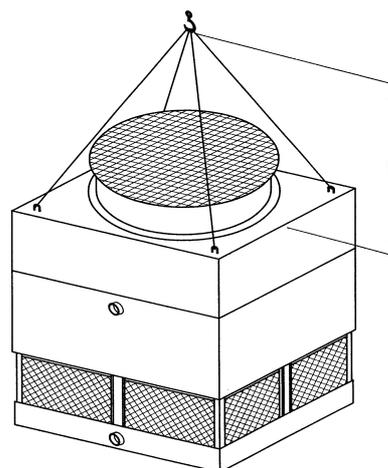

Figura 17 – Unità completamente assemblata. Vedi Tabella 3.
Tutti i golfari a "U" sulla sezione ventilante devono essere utilizzati per il sollevamento ed il posizionamento finale dell'unità, come indicato nella Figura 17. Il gancio della gru deve trovarsi ad una certa altezza rispetto alla sezione da sollevare, per evitare un'eccessiva tensione dei golfari. Vedi Tabella 3 per l'altezza minima (H) da rispettare.